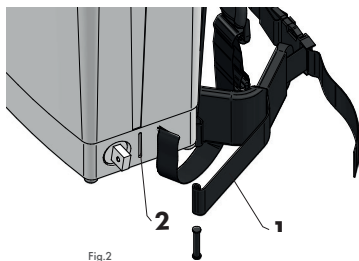
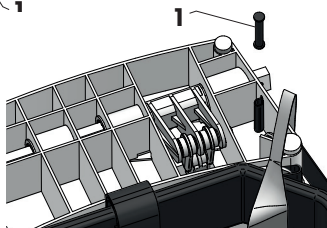

Fig.2
Fig.3
Il faut faire passer par les orifices dans le réservoir (fig. 2/pos. 2) les extrémités de la ceinture de port (fig. 2/pos. 1). Dans les extrémités de la ceinture de port, il faut insérer les goupilles de la sangle (fig. 3/pos. 1) qui sont placées dans le sac en plastique avec les pièces de réchange.